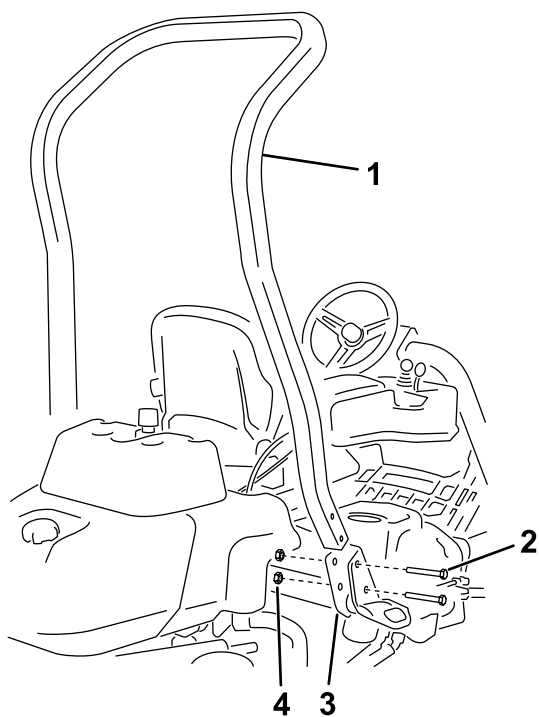

Bild 3
3. Befestigen Sie den Überrollbügel mit vier Schrauben ($\frac{1}{2}$ " x $3\frac{3}{4}$ "") und vier Bundmuttern ($\frac{1}{2}$ "") an den Halterungen für den Überrollschutz an jeder Seite der Maschine, wie in **Bild 3** abgebildet.